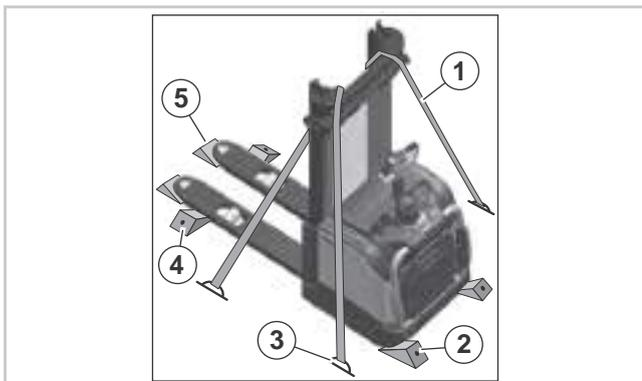

Abb. 4 Fahrzeug zum Transport gesichert
5. Auf beiden Seiten jeweils einen Spanngurt (1, Abb. 4) um die Traverse des Außenmasts schlingen.
6. Spanngurte an den Verzurrösen (3) einhängen und straffziehen.
**Hinweis:** Das Fahrzeug muss mit mindestens sechs Keilen auf der Ladefläche gesichert werden (siehe Abb. 4).
7. Zwei Keile (4) links und rechts hinter den Lasträdern unter die Radarme schieben.
8. Zwei Keile (5) vorne unter die Radarme schieben.
9. Zwei Keile (2) links und rechts von vorne unter den Fahrzeugrahmen schieben.